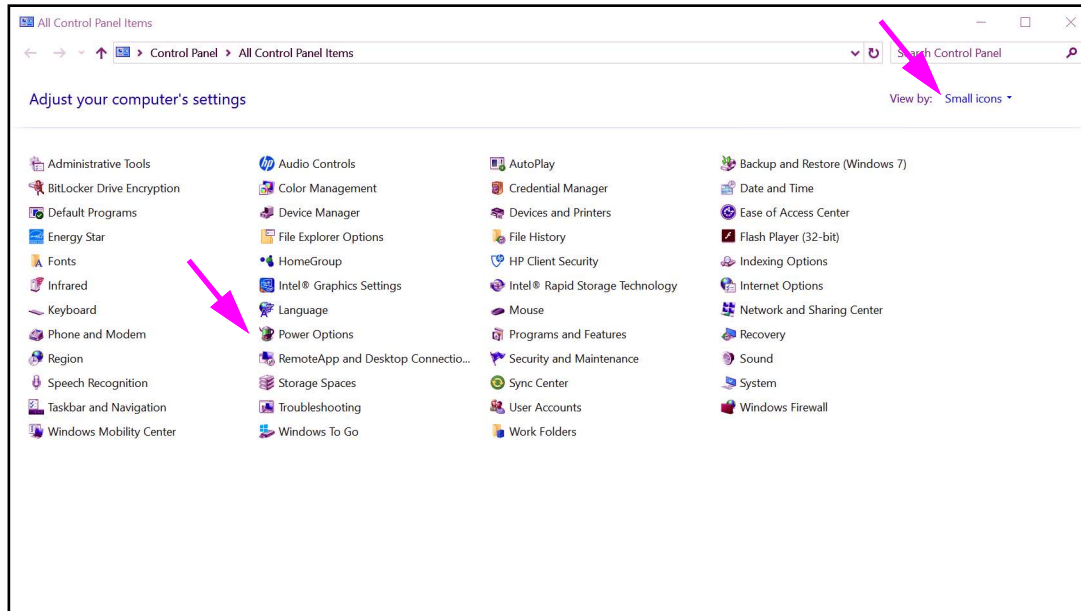

Figure 2-24. Fenêtre All Control Panel Items (Tous les Panneaux de configuration)
2. Sélectionner le **Control Panel (Panneau de configuration)** > du **système Windows**. Si l'affichage est réglé avec des petites icônes, la fenêtre All Control Panel Items (Tous les Panneaux de configuration) apparaît comme présenté à la Figure 2-24. Cliquer sur **Power Options (Options d'alimentation)**.